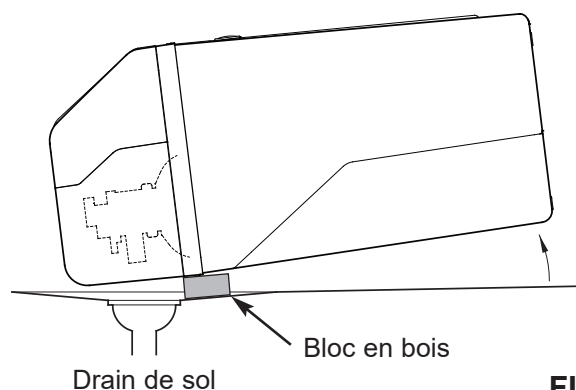

FIG. 38
6. Placez un bloc de 5 cm d'épaisseur près du drain de sol (consultez la figure 38).